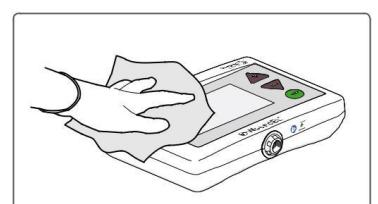

Figure 35. Essuyez l'appareil avec une lingette
1. Essuyez soigneusement l'appareil avec des lingettes imbibées de désinfectant ou des lingettes désinfectantes prêtes à l'emploi qui respectent les exigences mentionnées dans ce paragraphe, *voir la figure 35.* Faites particulièrement attention aux bords, aux recoins et aux ports de connexion.